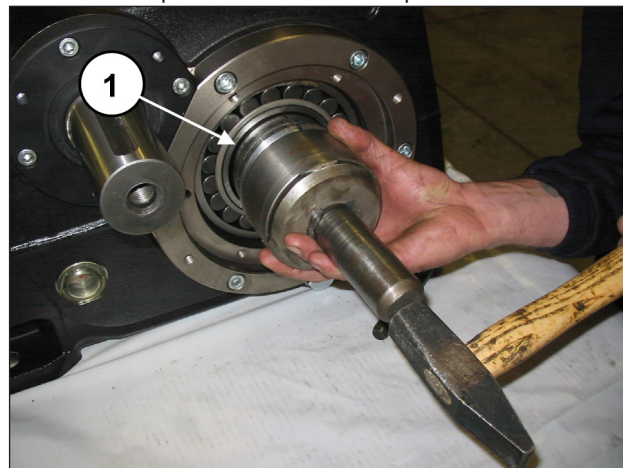
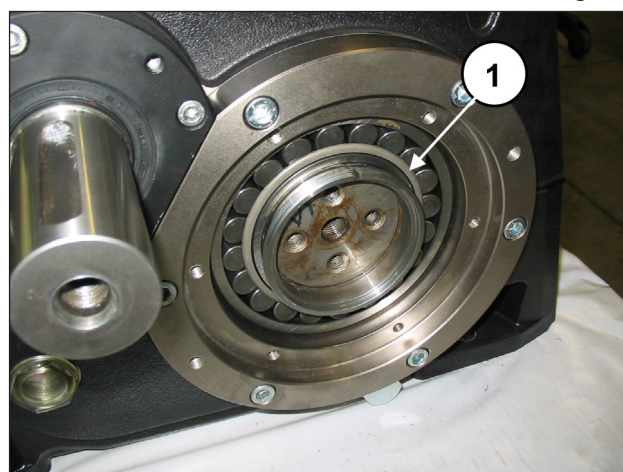

Fig. 77
Fig. 78
Insira completamente o casquilho de pressão no eixo de manivela (pos. ①, Fig. 77 e Fig. 78) mediante o uso de um mecanismo de percussão e de uma tampa.